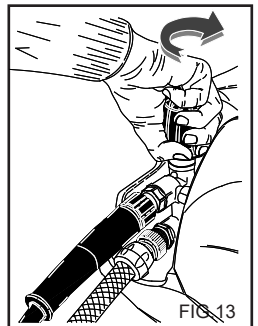

FIG.13
El presente capítulo se refiere a los modelos que llevan el dispositivo de "Regulador de presión". El dispositivo regulador de presión (fig. 13) permite regular la presión de trabajo. Girando el botón C en el sentido de las agujas del reloj (B) (mínimo), se obtiene una reducción de la presión de trabajo.